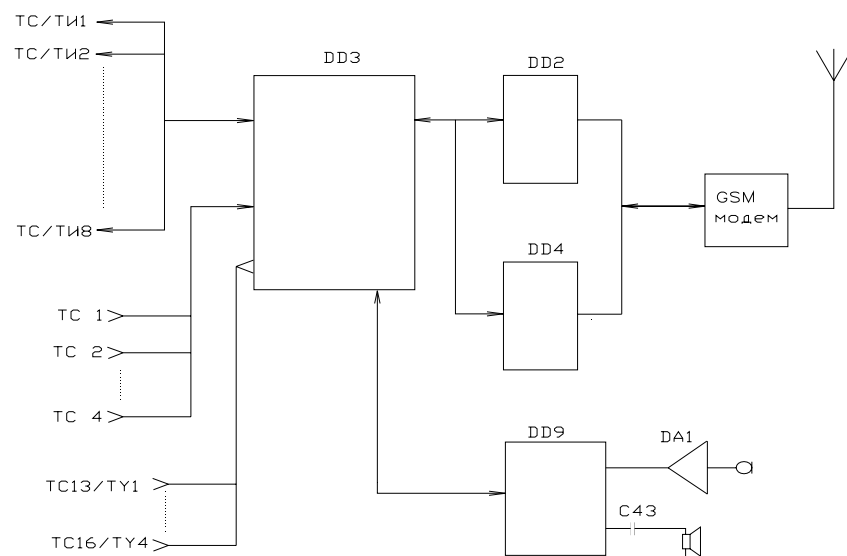

Рис. 1
4.1.1. Структурная схема ОДТ-К приведена на рис. 1.